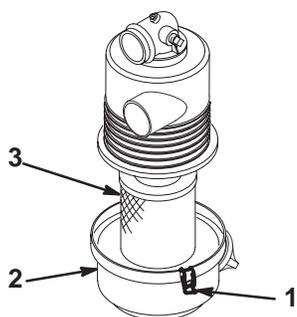

Figure 28
3. Desserrez les fixations qui maintiennent le couvercle sur le corps du filtre à air. Ôtez le couvercle du corps et nettoyez l'intérieur du couvercle (Fig. 28).
- Sortez l'élément filtrant du corps du filtre avec précaution pour ne pas déloger trop de poussière (Fig. 28). Évitez de cogner l'élément contre les parois du filtre.